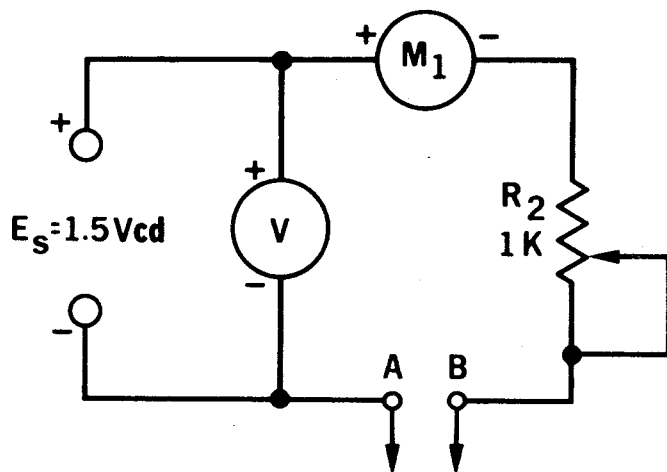

Fig. 19-2
- Para obtener la deflexión de escala completa del instrumento, se debe contar con una resistencia ajustable en serie, R_2 , en lugar de R_1 . La resistencia ajustable R_2 normalmente se usa para compensar el envejecimiento y reducir la tensión de la batería y se le llama control de "AJUSTE OHMS". Conecte un circuito en serie con el potenciómetro de 1,000 ohms R_2 (conectado como reóstato), la fuente de energía y el medidor como se muestra en la Fig. 19-2.